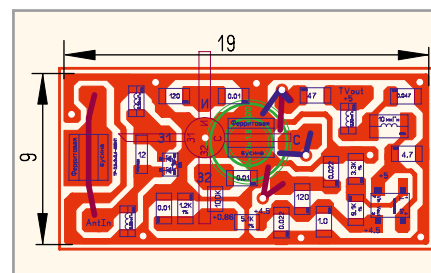

Рис. 12. Вариант разводки платы усилителя с питанием по ВЧ-кабелю
затвор (32) транзистора, будет колебаться, что вызовет нестабильную работу усилителя. Если же питание усилителя снижено до +4,5 В, такие ситуации исключены. Вариант разводки платы (см. рис. 12) позволяет поместить усилитель в антенный разъём или в корпус антенны. Трансформатор в этом усилителе установлен с обратной стороны.